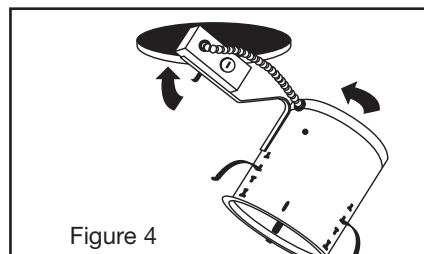
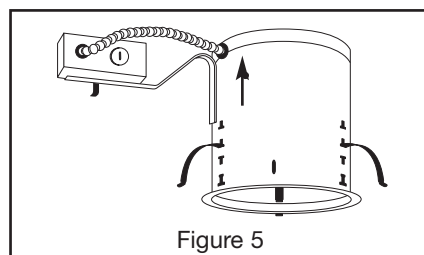

Figure 4
Figure 5
Step 3. Press housing through ceiling opening so it is flush to ceiling (Fig. 4). Push retention clips outwards until each clip tab clicks into position. On some housings, a single "T" slot clip is provided for additional support. Insert clip through "T" slot from inside housing, force clip down with screwdriver until clip is seated. Secure clip by tightening screw. (Fig. 5).
Paso 3. Instale la caja a través de la abertura del cielo raso, de manera que quede a ras del cielo raso (fig. 4). Empuje los clips de retención hacia afuera hasta que la aleta de cada clip se conecte a presión en su lugar. En algunas cajas, un solo clip de la ranura de "T" se proporciona para ayuda adicional. Inserte el clip a través de la ranura de "T" por dentro de la caja, forsa el clip hacia abajo con el destornillador hasta que se asienta el clip. Asegure el clip apretando el tornillo (fig. 5).